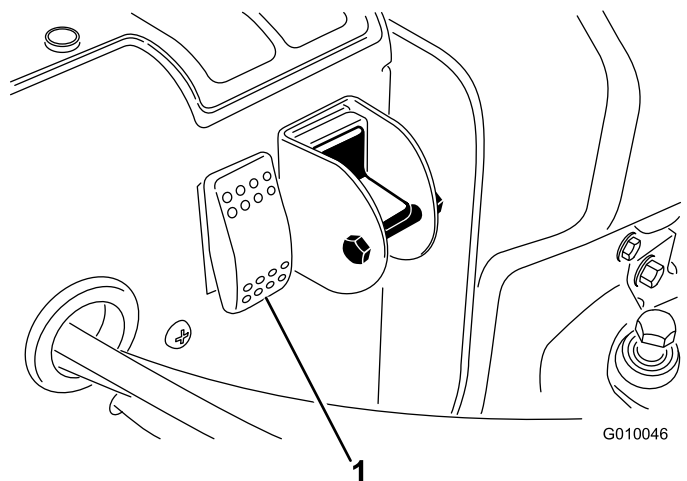

Figure 30
2. Appuyez sur l'interrupteur de réinitialisation du système (Figure 30).